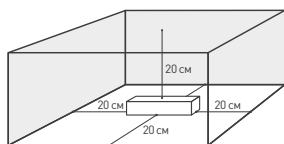
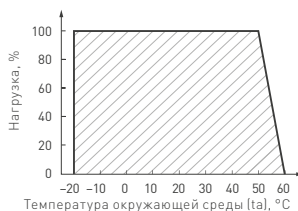

Рис. 2.
Рис. 3.
- 4.2. Для соблюдения температурного режима работы обеспечьте не менее 20 см свободного пространства вокруг источника тока [рис. 2]. При необходимости используйте принудительную вентиляцию. График зависимости мощности источника тока от температуры окружающей среды представлен на рис. 3.